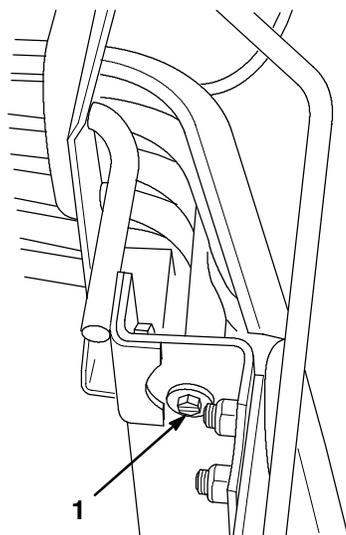

Figure 52
2. Déposer la calandre du tracteur: soulever le capot et dévisser les deux vis et rondelles de fixation de la calandre (Fig. 52), puis refermer le capot et tirer la calandre vers soi.
7. Remonter la calandre du tracteur et la fixer à l'aide des deux vis et rondelles enlevées précédemment (Fig. 52).
6. Remonter la calandre du tracteur et la fixer à l'aide des deux vis et rondelles enlevées précédemment (Fig. 52).
5. Remonter la calandre du tracteur et la fixer à l'aide des deux vis et rondelles enlevées précédemment (Fig. 52).